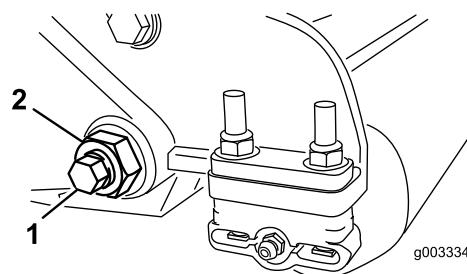

Bild 30
3. Lösen Sie an jeder Seite der Maschine die Sicherungsmutter, mit der die Schraube des Untermesserträgers befestigt ist (Bild 30).
| 4. Nehmen Sie jede Schraube des Untermesserträgers ab, damit der Untermesserträger nach unten gezogen und von der Maschine entfernt werden kann (Bild 30). | |